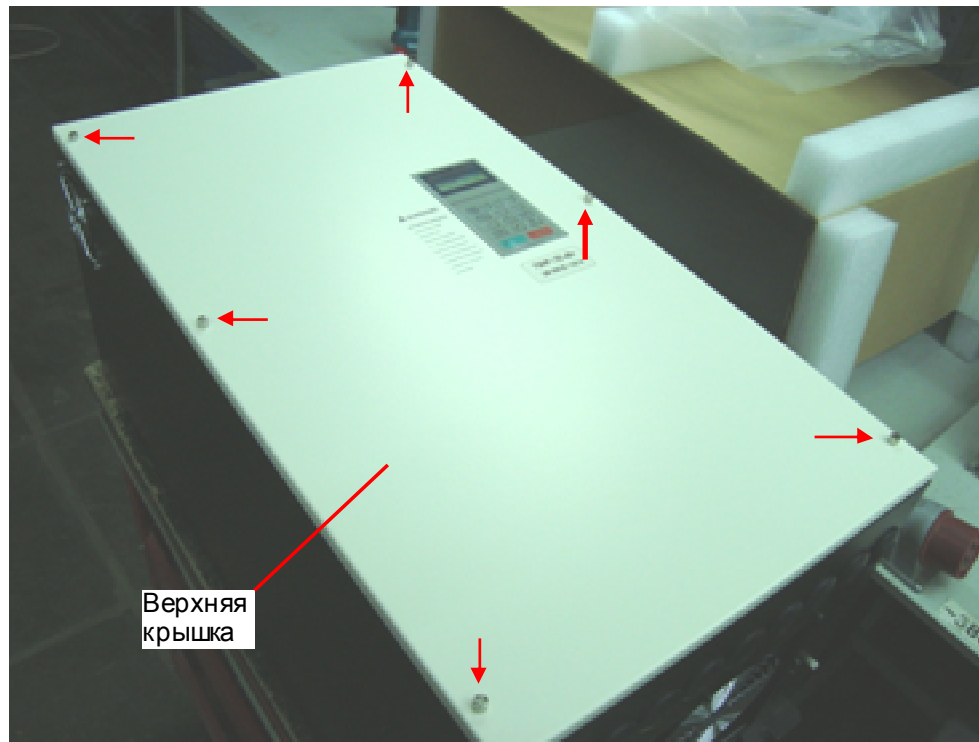

Рис. 6.1
6.1.2 Выкрутить шесть винтов (рис. 6.1, красные стрелки), демонтировать верхнюю крышку. Положить винты и крышку в тару.